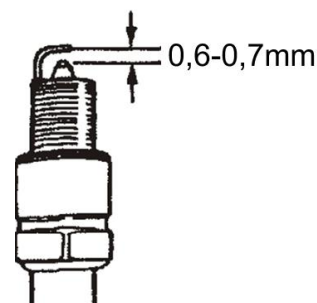

Fig. 9
- Rimuovere il coperchio della candela (7) e pulire eventuali detriti dall'area attorno alla candela.
- Misurare il gioco della candela con un calibro per candele. Se necessario, regolare il gioco piegando con cura l'elettrodo laterale. Il gioco deve essere tra 0,6 mm e 0,7 mm. Vedi Fig. 9.